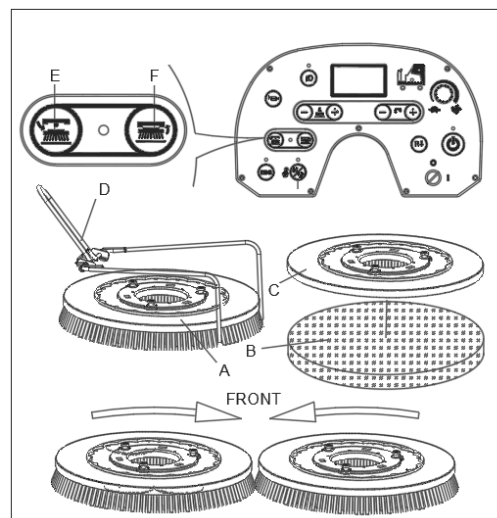

Figura 8
Instale el cepillo (A, Figura 8) o el portapad (B y C, Figura 8) según el tipo de suelo a limpiar.
2. Coloque los cepillos (A, figura 8) o porta-pads (B, figura 8) debajo del cabezal. Utilice el tope de instalación del cepillo (D, figura 8) para ayudar a encontrar la posición adecuada del cepillo/portapad.
3. Instale el cepillo/portapad, presionando el botón de bloqueo del cepillo/portapad (F, figura 8), el cepillo/portapad se instala automáticamente. Se muestra la dirección de rotación (figura 8). La luz indicadora del LED parpadeará.
1. Introduzca la llave de encendido (53 figura 3) y colóquela en la posición «I». Asegúrese de que el cepillo/portapad esté en su posición elevada (ARRIBA). Retire el cepillo/portapad, presionando el botón de desbloqueo del cepillo/portapad (E, figura 8), el cepillo/portapad se desbloquea automáticamente. El indicador del LED se Enciende de forma fija.